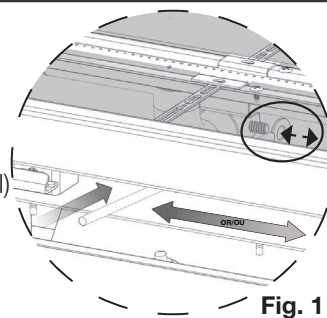

Fig. 1
- ☐ 2. Disengage the air shutter adjustment rod by pushing the smaller end of the rod to the left or right (depending on model) then push towards the back of the appliance until the rod clears the rubber grommet **(Fig. 1)**. **The rubber grommet must stay in place.**
- ☐ 2. Dégagez la tige de contrôle en poussant la côté la plus petit de la tige vers la gauche ou le droit (dépendant sur le modèle) puis poussez-la vers l'arrière de l'appareil jusqu'elle défriche le passe-câble en caoutchouc (**Fig. 1**). **Le passe-câble en caoutchouc doit rester en place.**